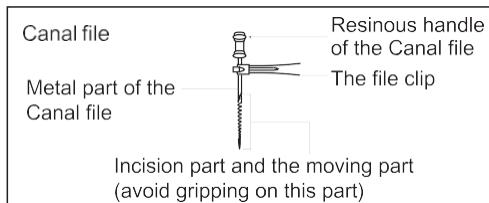

Bild 21
a) Wenn Sie eine Kanalfeile für einen Wurzelkanal verwenden, halten Sie den oberen Teil des Metalls in der Nähe des Griffes. Vermeiden Sie es, den unteren Teil (Klinge oder bewegliches Teil) zu greifen, um zu verhindern, dass der Feilenklemme abgenutzt wird. [Abbildung 21]